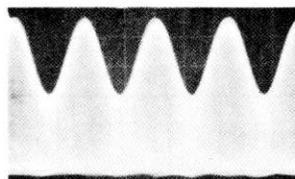

Fig. 2
- Brancher l'oscilloscope sur l'autre sortie et contrôler le rapport Tension BF de la voie modulée / Tension résiduelle de l'autre voie. Ce rapport doit être supérieur à 20 dB (fig. 2).